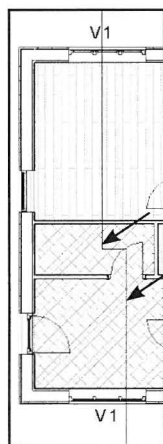

Fig. 13.11.
- Klik for at placere den nye delte linie (Fig. 13.11).